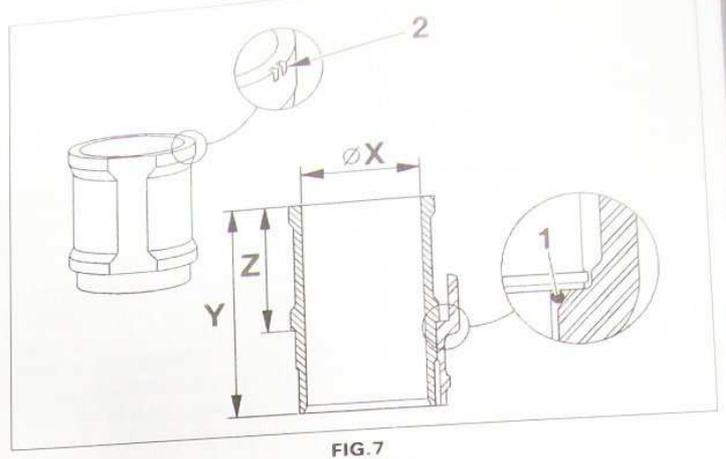

FIG. 7
Chemises en fonte, de type humide, amovibles à la main. L'étanchéité entre les chemises et le carter-cylindres est assurée par des joints toriques (1) (Fig.7). Il existe 3 classes d'alésage (A, B et C) repérées par des encoches réalisées sur le bord supérieur de la chemise (2) ou par des inscriptions à l'encre (Fig.7). En rechange, les chemises sont livrées par jeu de 4 avec les pistons appariés.